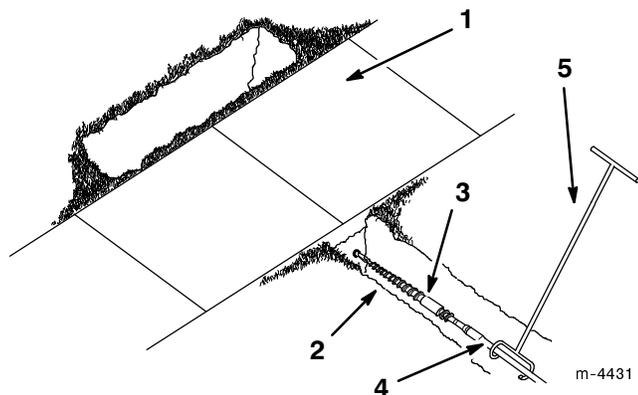

Figure 4
4. Placer l'outil de guidage sur la tige juste en arrière de la mèche de forage (Fig. 4).
5. L'assistant chargé de guider la mèche de forage étant posté du côté droit de la tranchée (Fig. 4), mettre le moteur en marche, mettre la commande de la pompe sur lent (tortue), ouvrir les gaz sans dépasser la moitié de la plage de régime, et tirer la manette hydraulique d'accessoire vers l'arrière pour commander la rotation vers l'avant de la mèche de perçage.
6. Faire avancer lentement l'unité de traction en laissant l'assistant guider la pénétration de la mèche de forage dans le sol (Fig. 4).